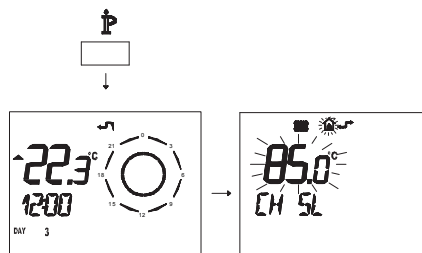

Figura 5.54
- Premere per più di 3 secondi il pulsante **IP** para per entrare in modalità **INFO** (Figura 5.54).